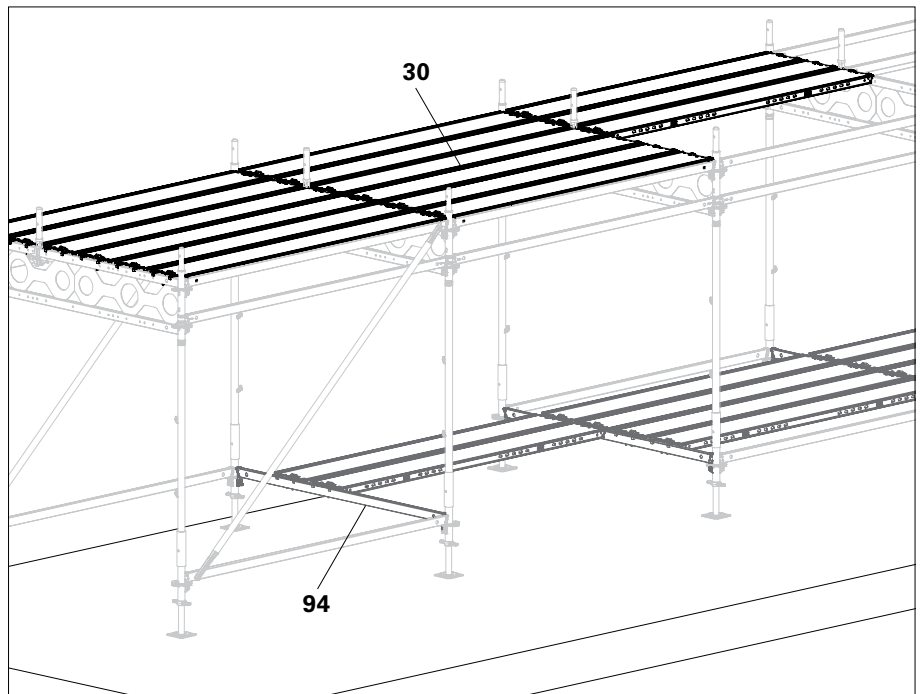

Abb. D5.07
5. Stahlbeläge EDS (30) in Multiträger ELM einlegen, dazu nach und nach die nicht mehr benötigten Hilfsbeläge aus Basislage verwenden.
6. Horizontalriegel UH Plus (94), die als Auflage für die Hilfsbeläge dienten, in der unteren Lage ausbauen. (Abb. D5.07)